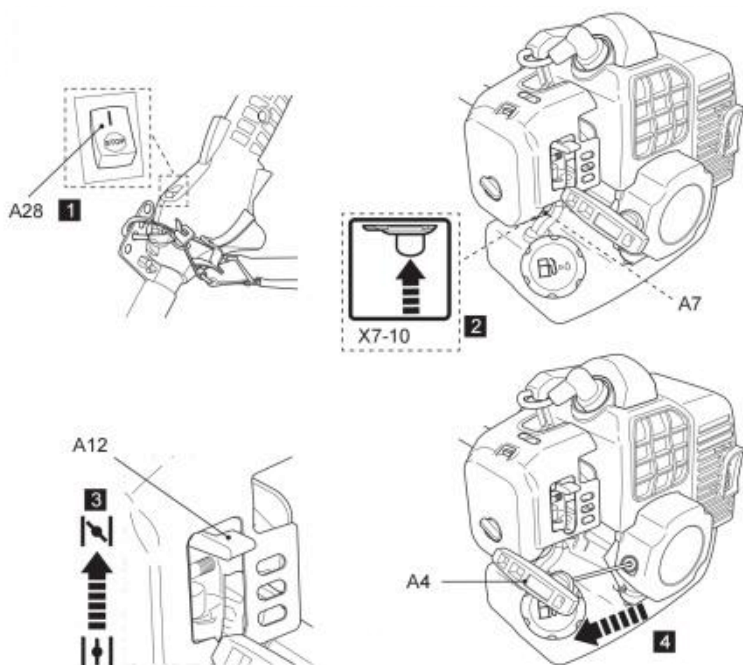

Fig. 38
5. Houd het product stabiel en trek langzaam aan de hendel van de terugloopstarter (A4) totdat u weerstand voelt en trek er vervolgens snel aan. Verplaats de choke iets naar beneden naar de middelste stand als de motor na maximaal 8 keer proberen niet start. Herhaal dit totdat de motor start (Fig. 38).